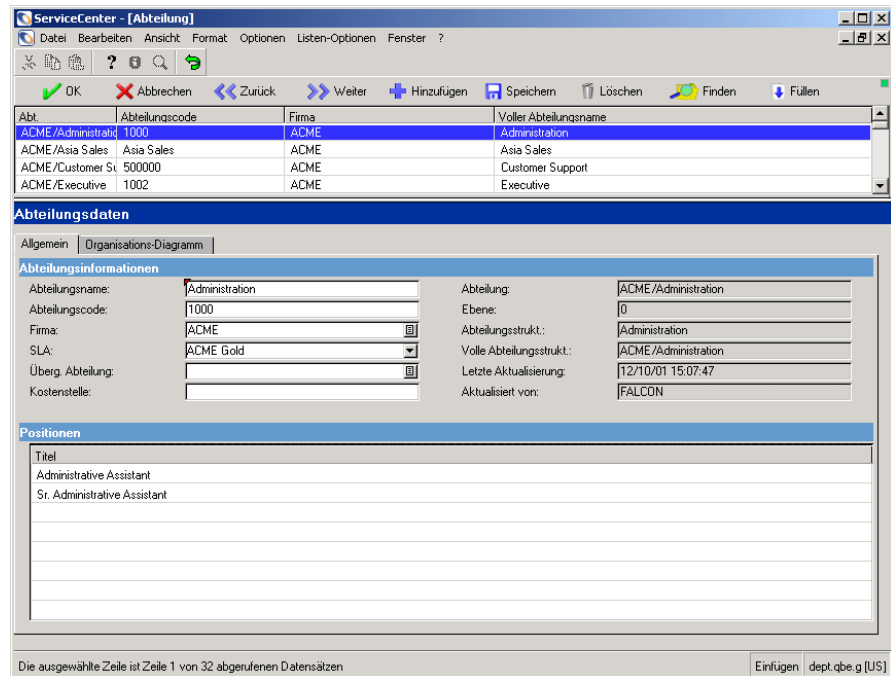

Abbildung 9-15: Abteilungsdatensatz und Datensatzliste
- 6 Wenn im Menü **Ansicht** die Option für die Datensatzliste ausgewählt ist, werden der erste Abteilungsdatensatz und eine Datensatzliste mit allen Abteilungsdatensätzen angezeigt (siehe Abbildung 9-15). Andernfalls wird eine Datensatzliste angezeigt. Wählen Sie einen Datensatz, der angezeigt werden soll.